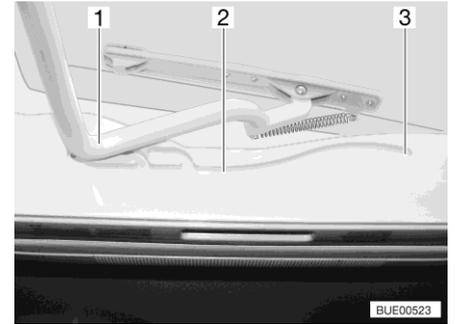

Fig. 52 Glissière (lanterneau Heki)
- Tirer l'étrier (Fig. 52,1) dans les glissières (Fig. 52,2) jusqu'à la position la plus reculée (Fig. 52,3).
- Pousser l'étrier (Fig. 52,1) légèrement vers le haut avec les deux mains.
- Tirer l'étrier dans les glissières (Fig. 52,2) jusqu'à la position souhaitée.